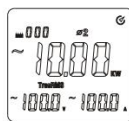

Figura 8-3
- Așa cum se arată în Figura 8-3, apăsați tasta SELECT pentru a selecta locația celei de-a doua faze. De asemenea, poate afișa puterea activă, tensiunea și curentul locației fazei 2. ϕ